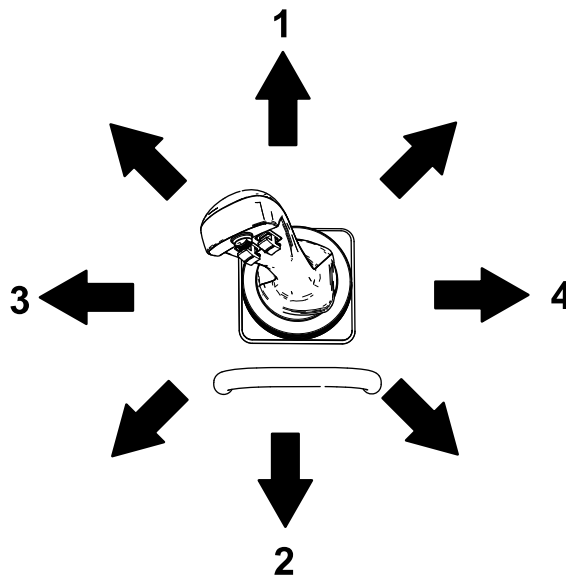

Figure 12
- Pour basculer l'outil en avant, déplacez lentement le levier vers la droite (Figure 12).
- Pour basculer l'outil en arrière, déplacez lentement le levier vers la gauche (Figure 12).
- Pour abaisser les bras de chargeuse, poussez lentement le levier en avant (Figure 12).
- Pour élever les bras de chargeuse, tirez lentement le levier en arrière (Figure 12).